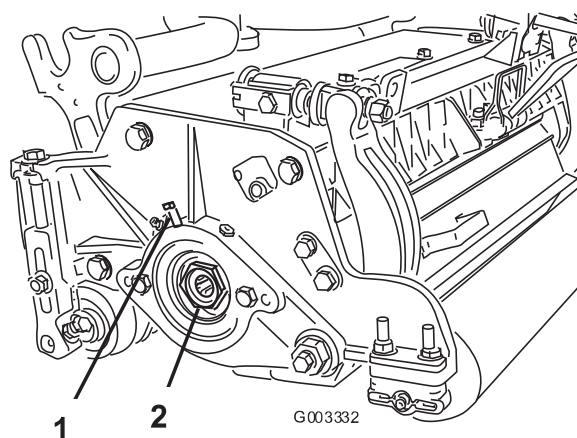

図 20
1. ベッドナイフ調整ノブ (図20) を左に回して、ベッドナイフとリールの接触を完全になくす。